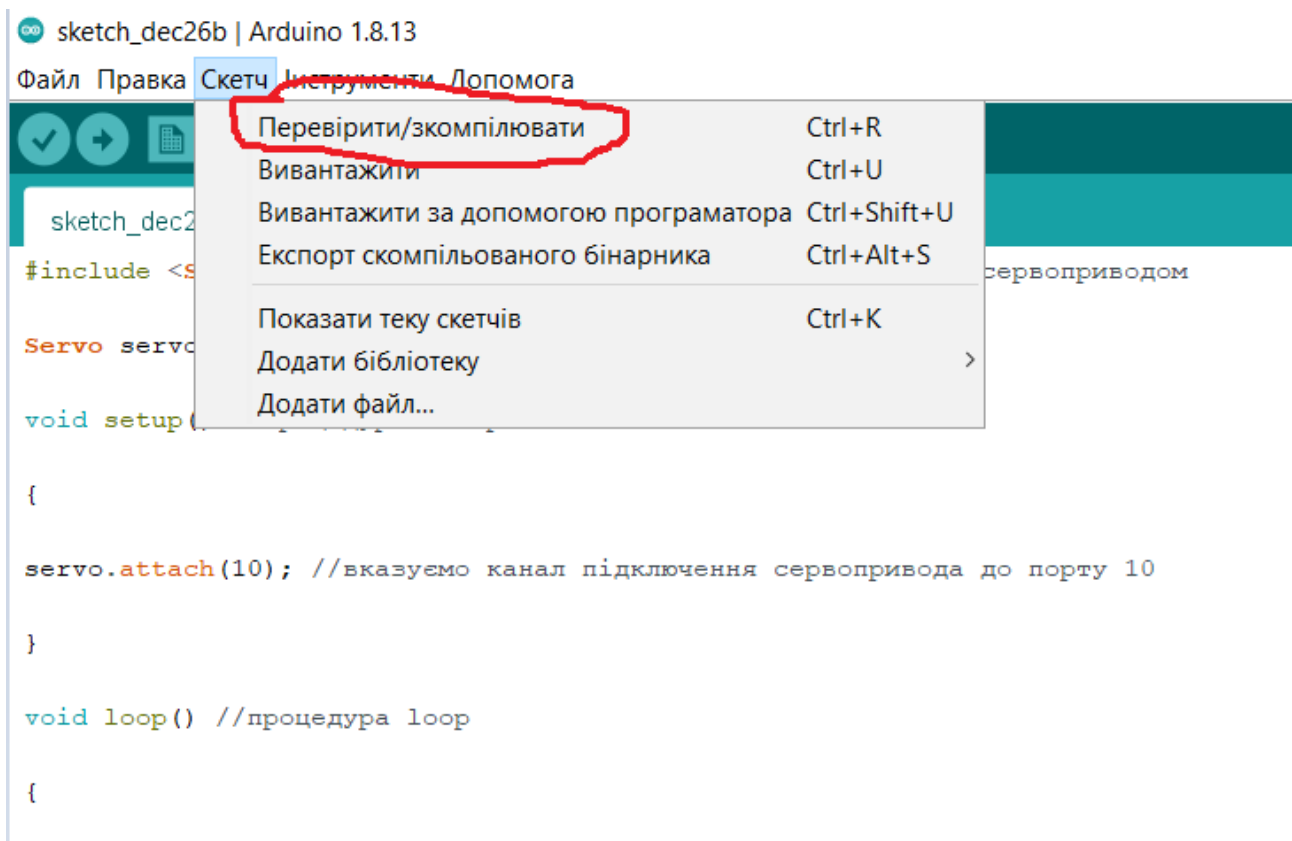

Рис.3.4 – Перевірка та компіляція програмного коду в Arduino IDE.
4. Провести попередню перевірку та компіляцію розробленого програмного коду у середовищі Arduino IDE (рис.3.4)